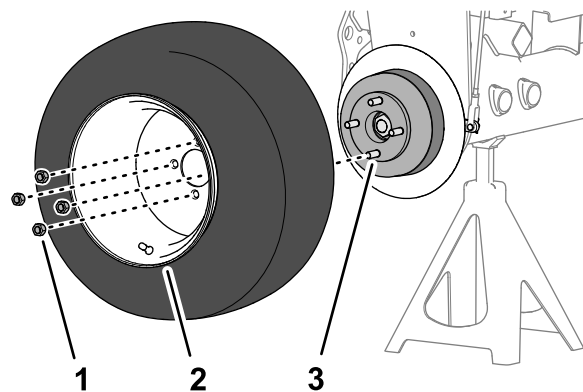

图 76
1. 卸下将前车轮固定至轮毂的 4 个车轮螺母然后卸下车轮 图 76。